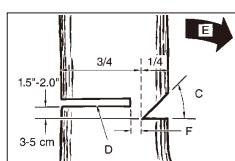

Fig. 11B
**WARNING!** Gå aldrig framför ett träd med riktskär. Gör fällskäret (D) från andra sidan trädet och 3-5 cm över riktskärets spets (C) (Fig. 11B)